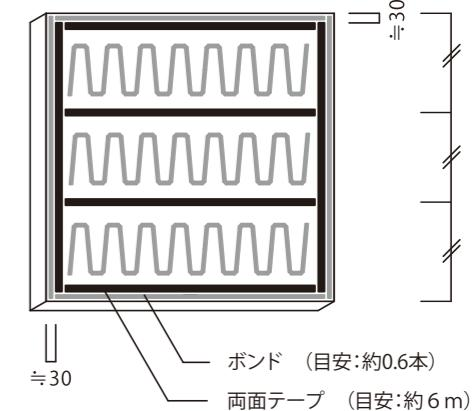
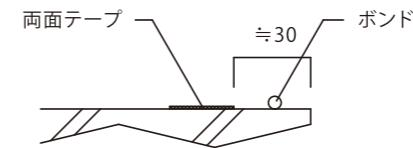
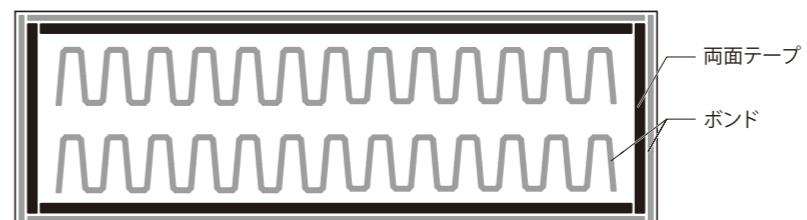

図4 両面テープ貼り付け、接着剤塗布方法
図5 接着剤塗布位置
図11 両面テープ貼り付け、接着剤塗布方法
④両面テープの貼り付け (P.6 「Belle K-CAL接着要領」図4、図5参照)
両面テープを、図4に示す位置に貼り合わせた後、ローラー等を用いて十分に密着させて下さい。
ボンドは、ノズル先端を2方向からカットし、図4、図5に示す位置に塗布してください。
①下地の確認と清掃
②プライマー塗布
③Belle K-CALへのテープ、接着剤塗布
- Belle K-CAL裏面へ、図11の様に両面テープの貼り付けと接着剤を塗布します。
内R壁への施工時に限り、両面テープの貼り付け、接着剤の塗布方法を図11の通りとして下さい。通常の図4の通りに施工すると、施工時に剥離紙を剥がしながら貼り進めることができません。